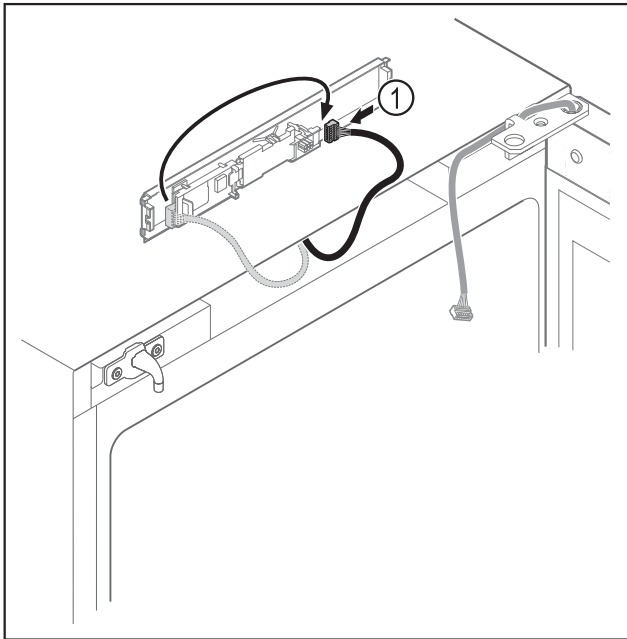

Fig. 16
- ▶ Stekker Fig. 16 (1) op printplaat verwisselen.